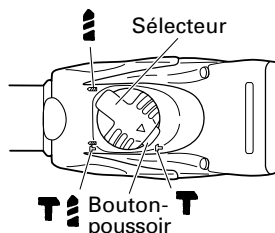

Fig. 13
Ce marteau rotatif peut être réglé au mode de percussion uniquement en appuyant sur le bouton-poussoir et en faisant tourner le sélecteur à la marque **T** lorsque le mandrin porte-foret y est fixé. (Fig. 13)
- (3) Tourner le sélecteur sur le repère **T**. (Fig. 13)